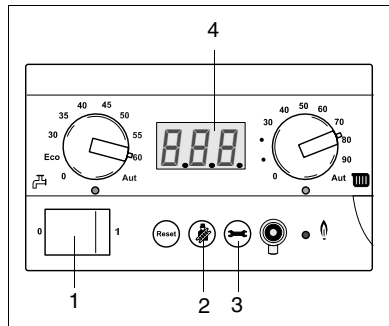

Fig. 6 Ställa in pumpens efterdrift
- Sätt påsättnings-/avstängningsknappen (fig. 6, pos. 1) i läget "1".
- Tryck på sotar- och serviceknappen samtidigt (fig. 6, pos. 2 och 3), tills det på displayen på BC10 står "L—" (fig. 6, pos. 4).
- Tryck på serviceknappen på nytt tills det på displayen på BC10 står "F05" (fig. 6, pos. 4). I fabriken ställdes pumpens efterdrift in på 5 minuter ("F05"). Pumpens efterdrift kan ställas in mellan 5-60 minuter (F05–F60) eller på 24 timmar (F1d) e Om det finns risk för att värmeanläggningen fryser väljer man att ställa in pumpens efterdrift på 24 timmar (F1d).
- Bekräfta den valda inställningen genom att trycka på serviceknappen (fig. 6, pos. 3).